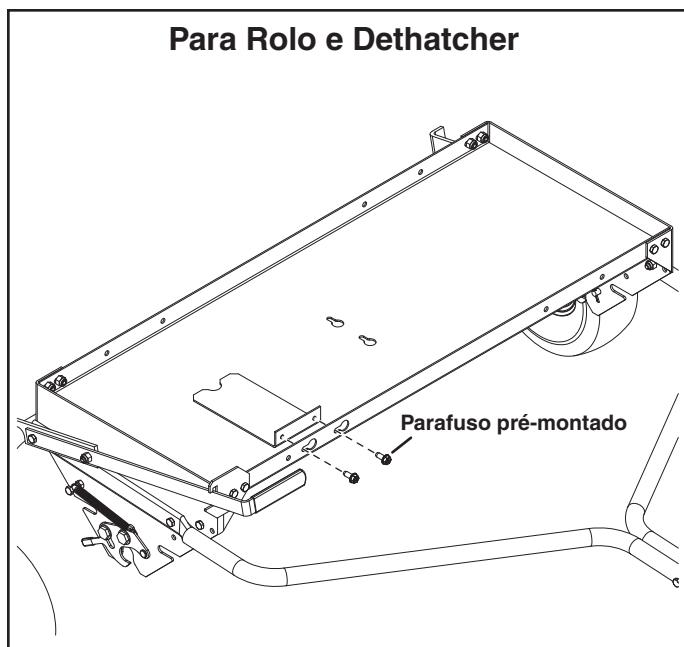

Figura 7
1. Quando utilizar o Rolo ou o Dethatcher, o apoio central deve ser fixado na parte superior da Plataforma Master Smartlink como mostra a figura 7. **Aperte** os parafusos